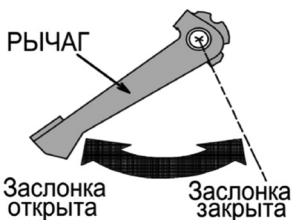

Рис. 15 Рычаг управления воздушной заслонкой карбюратора PC5431F
1. Закройте воздушную заслонку карбюратора. Для этого рычаг управления воздушной заслонкой (Рис. 15) установите в крайнее правое положение.